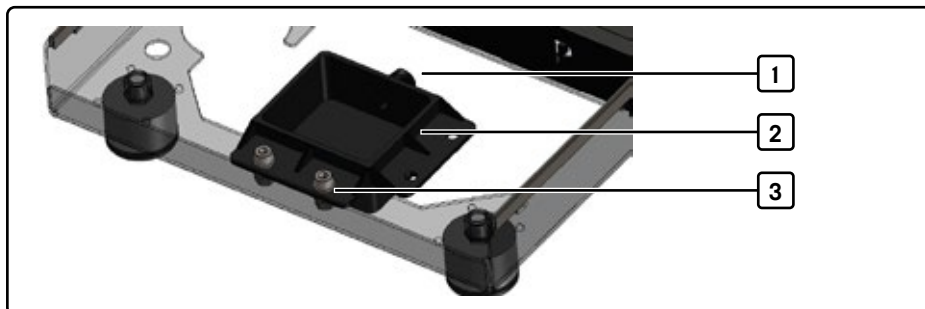

Abb. 5 Ablaufwanne, installiert
1. Ablaufwanne [2, Abb. 5] an der Aufnahme der Auffangschale befestigen.
2. Abwasserschlauch am Anschluss [1, Abb. 5] anstecken und mit der Schlauchklemme fixieren.